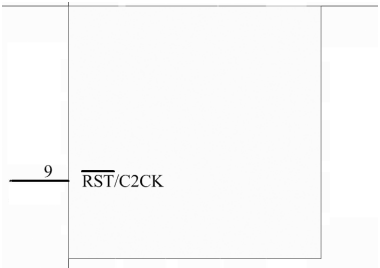

图 11-11 设置好属性的引脚
4) 设置完毕后, 单击 “确定” 按钮, 关闭该对话框, 设置好属性的引脚如图 11-11 所示。